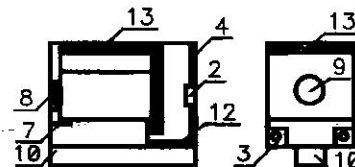

рис. 3
3. Срежьте (можно канцелярским ножом) контакты реле (см.рис. 3) и часть боковой стенки электромагнита 3 вплоть до его бумажной изоляции.